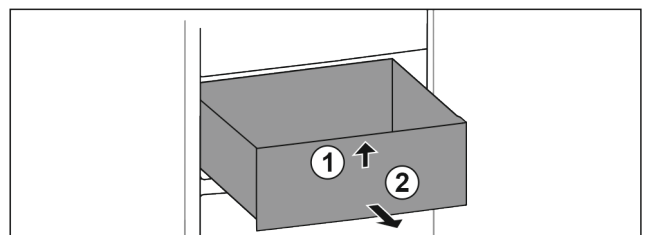

Fig. 137
- Sollevare il cassetto dal davanti. Fig. 137 (1)
- Rimuovere il cassetto tirandolo in avanti. Fig. 137 (2)